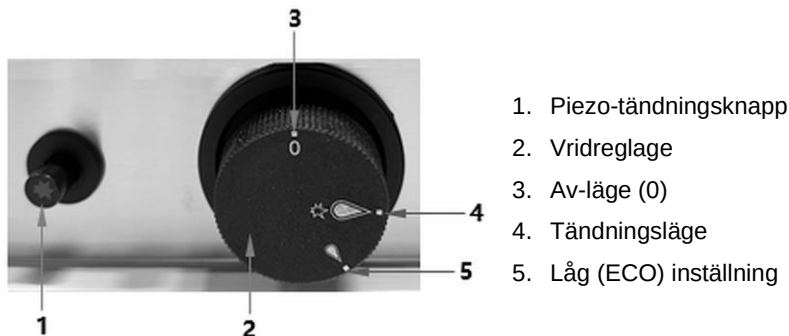

Fig. 5
1. Vrid vridreglaget (2, fig. 5) till tändningsläget (4).
2. Tryck på vridreglaget (2) och håll den intryckt.
3. Tryck på piezo-tändningsknappen (1) flera gånger tills huvudbrännaren tänds. Du kan se tändlågan genom öppningen på framsidan.
4. Håll vridreglaget (2) intryckt i några sekunder tills den termiska säkringen värms upp.
5. Släpp sedan vridreglaget (2).